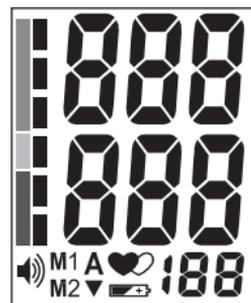

РИС.7
3. На дисплее кратковременно высветятся все символы (рис. 7). Прозвучит голосовое сообщение о начале измерения. Прибор начнет автоматически нагнетать воздух в манжету. Первоначально нагнетание прекратится на уровне 190 мм рт. ст. (рис. 8).